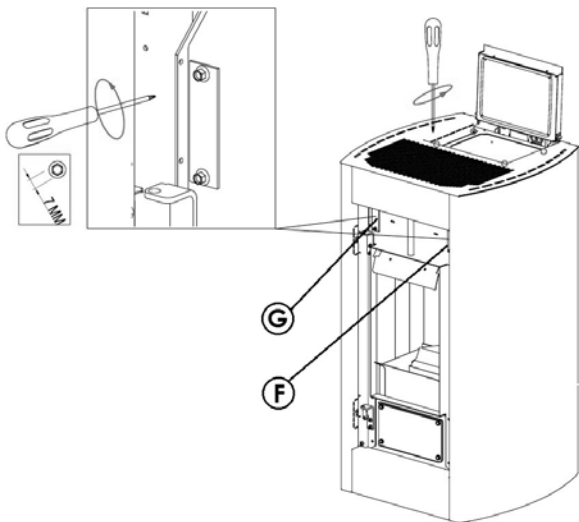

Fig. 38 - Usuwanie płytek
- Na zimnym piecu otworzyć drzwi i wyjąć płytkę "F", usuwając dwie śruby (patrz **Fig. 38**).